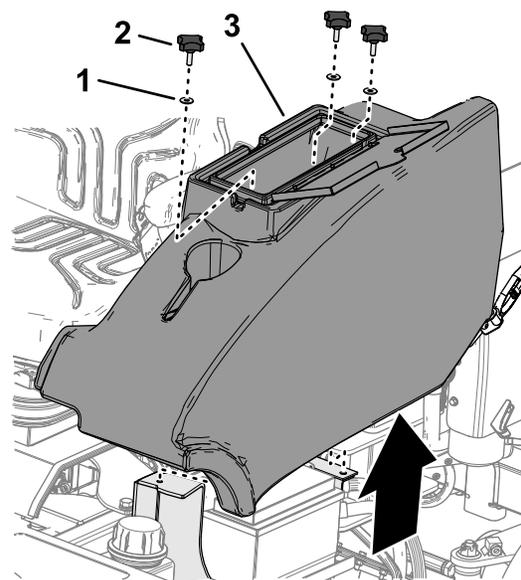

Figura 47
2. Rimuovete le 3 manopole e le 3 rondelle che fissano il vano portaoggetti alla macchina, e rimuovetelo (Figura 47).
1. A sinistra della pedana dell'operatore, aprite lo sportello del vano portaoggetti (Figura 47).